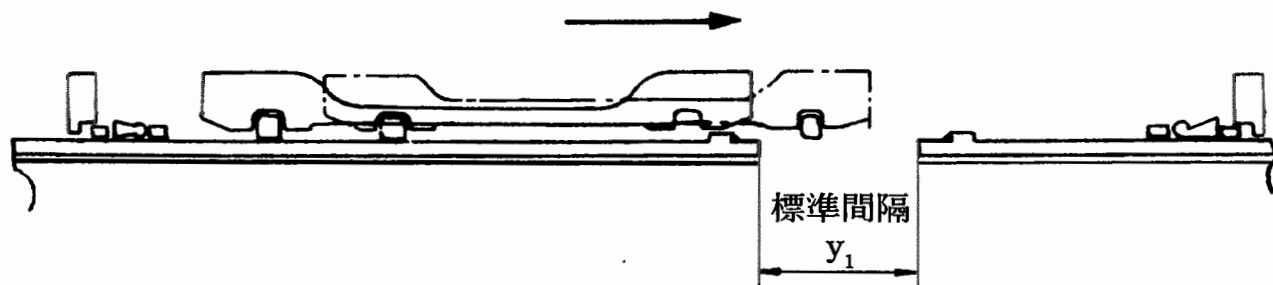

図24 継ぎ輪間隔
- (6) 次に、継ぎ輪を少しずらす(図24の矢印の方向)。そして、両挿し口の間でロックリングの入っていない方の受口溝にロックリングを入れ、拡大器で広げた後、ストップパ(図11参照)を挿入して拡大器を取り外す。
さらに、図24の矢印の方向へ継ぎ輪をずらし、最終的に継ぎ輪を両挿し口の中心に持ってくる。